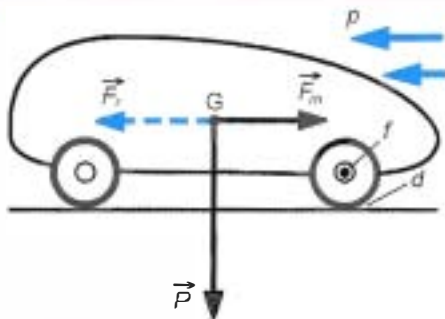

Figure 1.7 • Résistance à l'avancement.
• **En vitesse uniforme sur sol plat,** nous constatons (figure 1.7) :